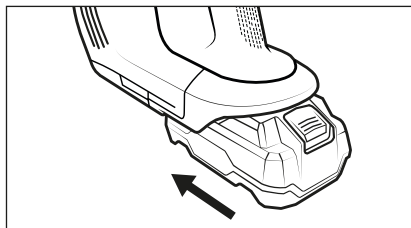

Fig. 3
- 3) Introduzca una batería de la X 20 V TEAM Serie (véase el capítulo **Información sobre la batería**) en el alojamiento para la batería **1** hasta que encaje de forma audible (véase la fig. 3).